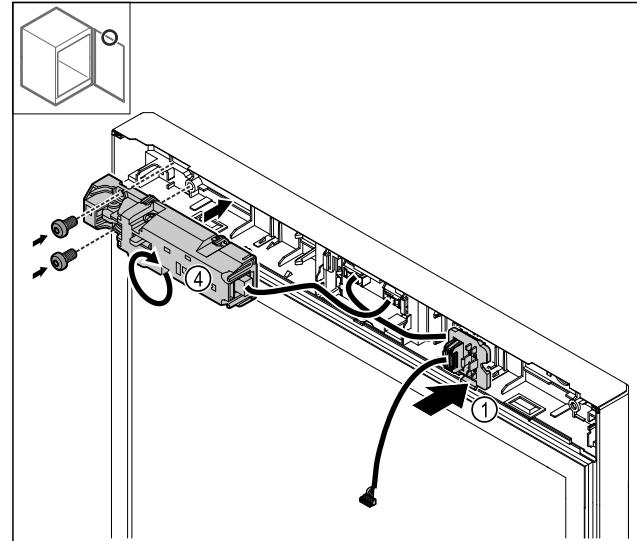

Fig. 28
► Зафіксуйте штекерне кріплення Fig. 28 (1) на протилежному боці.
► Поверніть електронний замок Fig. 28 (4) на 180° і закріпіть на протилежному боці.